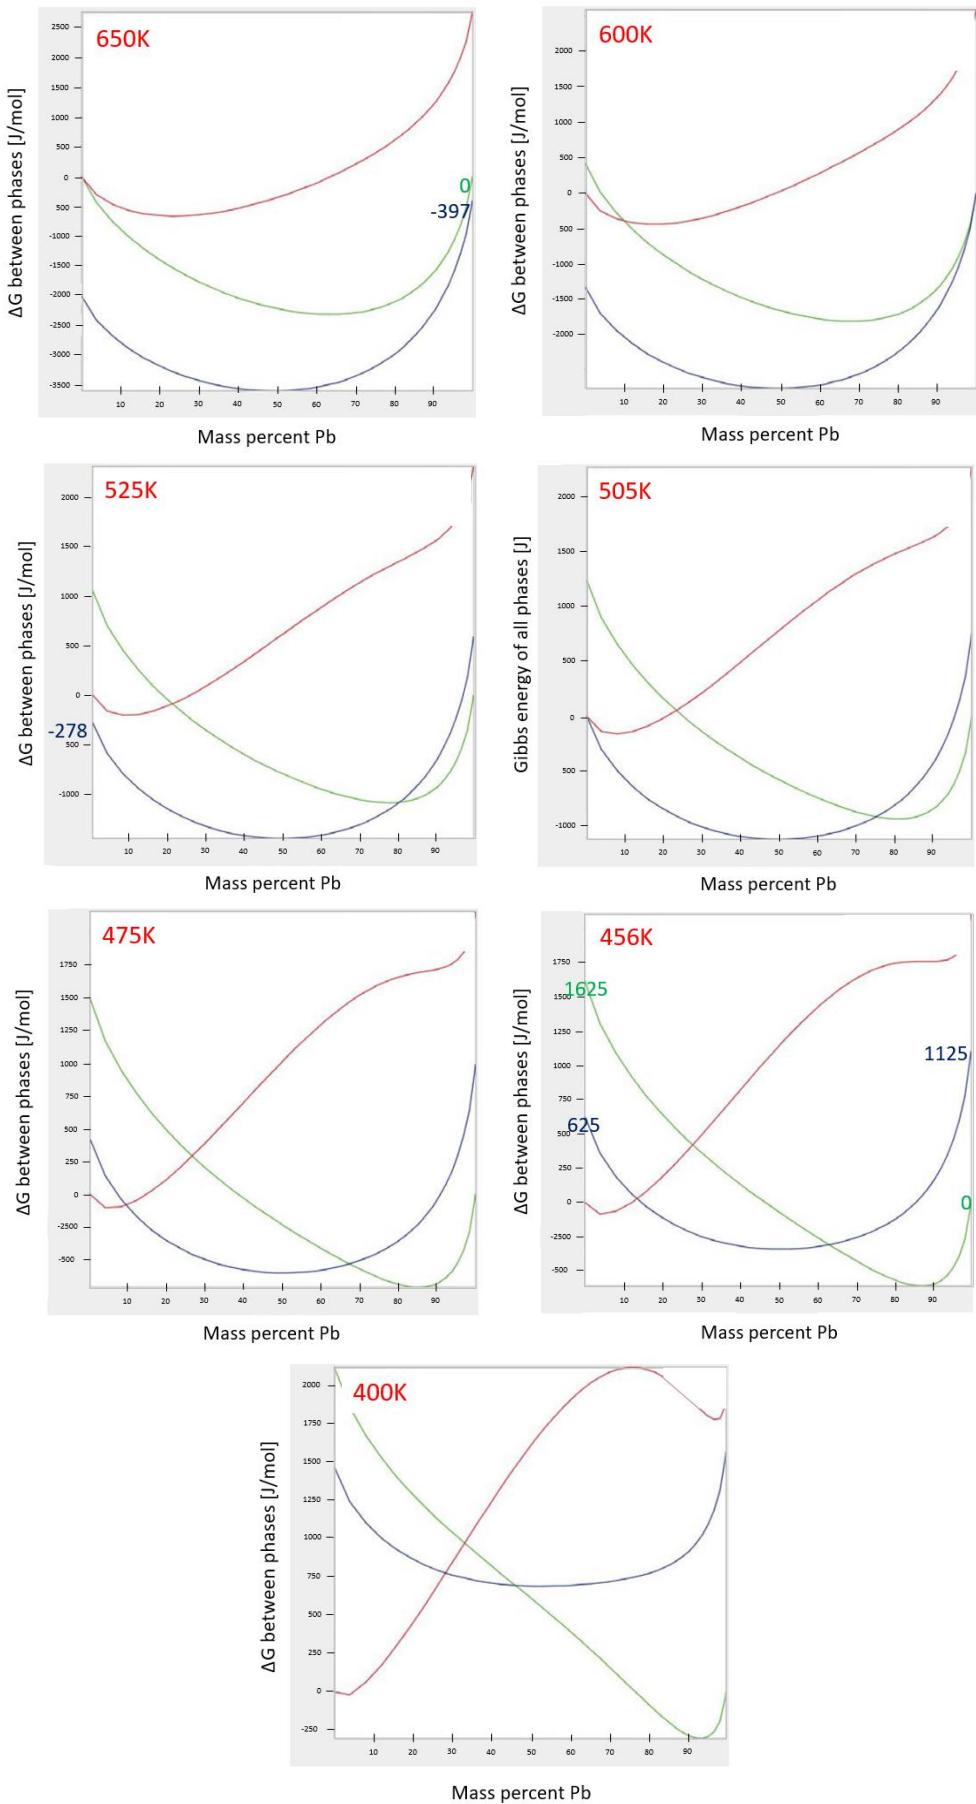

Fig. 1
- a) Tracer à la règle le diagramme de phases composition-température du système étain-plomb (Sn-Pb) en utilisant les courbes d'énergie de libre de Gibbs données en figure 1 (page suivante).
Déterminer pour l'étain et pour le plomb la variation d'entropie molaire de fusion,  $\Delta S_{m,Sn}^{s \rightarrow liq}$  et  $\Delta S_{m,Pb}^{s \rightarrow liq}$ , ainsi que les chaleurs latentes de fusion,  $L_{m,Sn}$  et  $L_{m,Pb}$ , en utilisant la Figure 1.